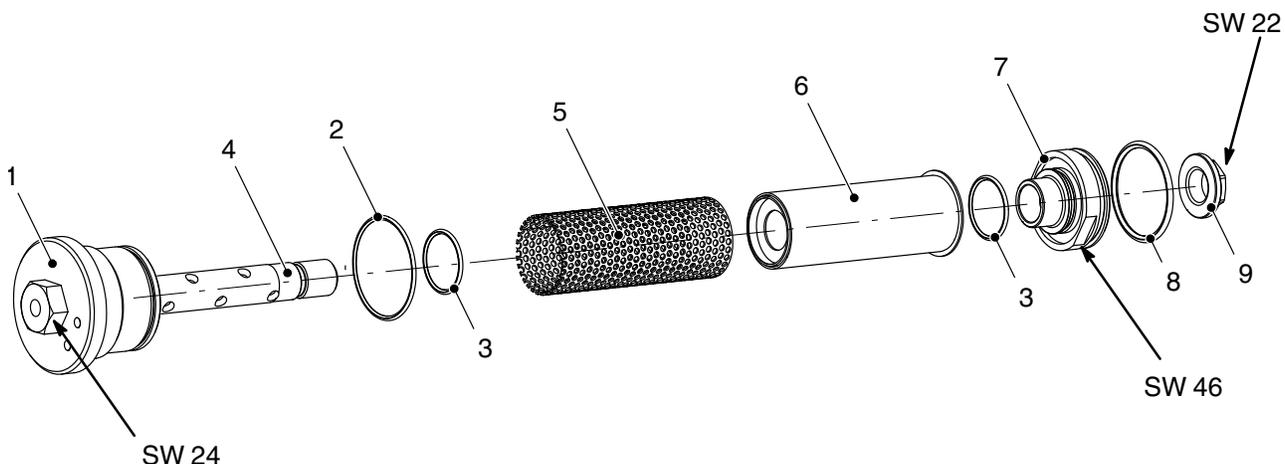

Fig. 5-10
4. Enrosque a porca do filtro (7, fig. 5-10) à mão na rosca da haste do filtro (4). Não se pode comprimir o tecido filtrante (6).